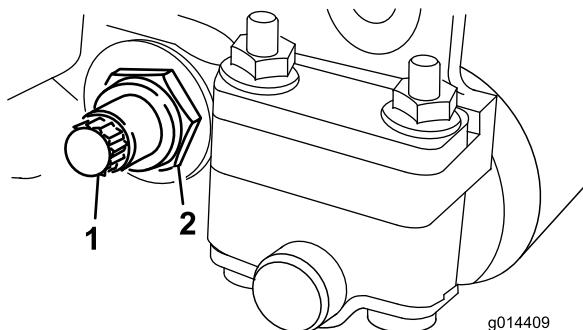

図 18
- スプリング・テンション・ナットをゆるめて、ワッシャがベッドバーを全く押さないようする（図 18）。
- ベッドバー・ボルト（図 18）を固定しているジャムナット（機体両側）をゆるめる。